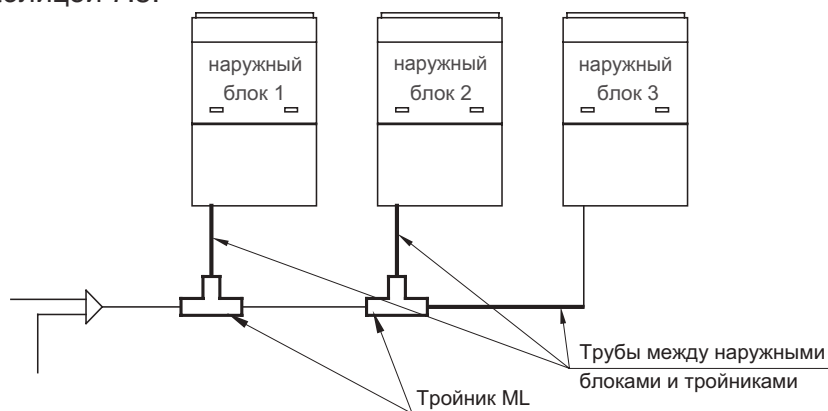

Рис. 7.4.
7.3.2.5. Диаметр труб между наружным блоком и тройником ML01/A (рис. 7.4.) выбирается в соответствии с таблицей 7.5.